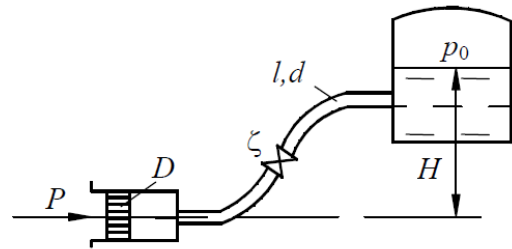

Рис. 6.3
4) Определить силу P , которую нужно приложить к поршню насоса диаметром $D = 65$ мм, чтобы подавать в напорный бак жидкость с постоянным расходом $Q = 2,5$ л/с (рис. 6.3). Высота подъёма жидкости в установке $H = 10,0$ м. Избыточное давление в напорном баке $p_0 = 0,15$ МПа; длина трубопровода $l = 60,0$ м, диаметр $d = 30$ мм, его шероховатость $\Delta = 0,03$ мм. Коэффициент сопротивления вентиля на трубопроводе $\zeta = 5,5$. Потери напора на плавных поворотах трубопровода не учитывать. Трением поршня в цилиндре пренебречь. Задачу решить для случаев подачи в бак бензина ($\rho = 765$ кг/м³, $\nu = 0,4$ сСт) и машинного масла ($\rho = 930$ кг/м³, $\nu = 20$ сСт).